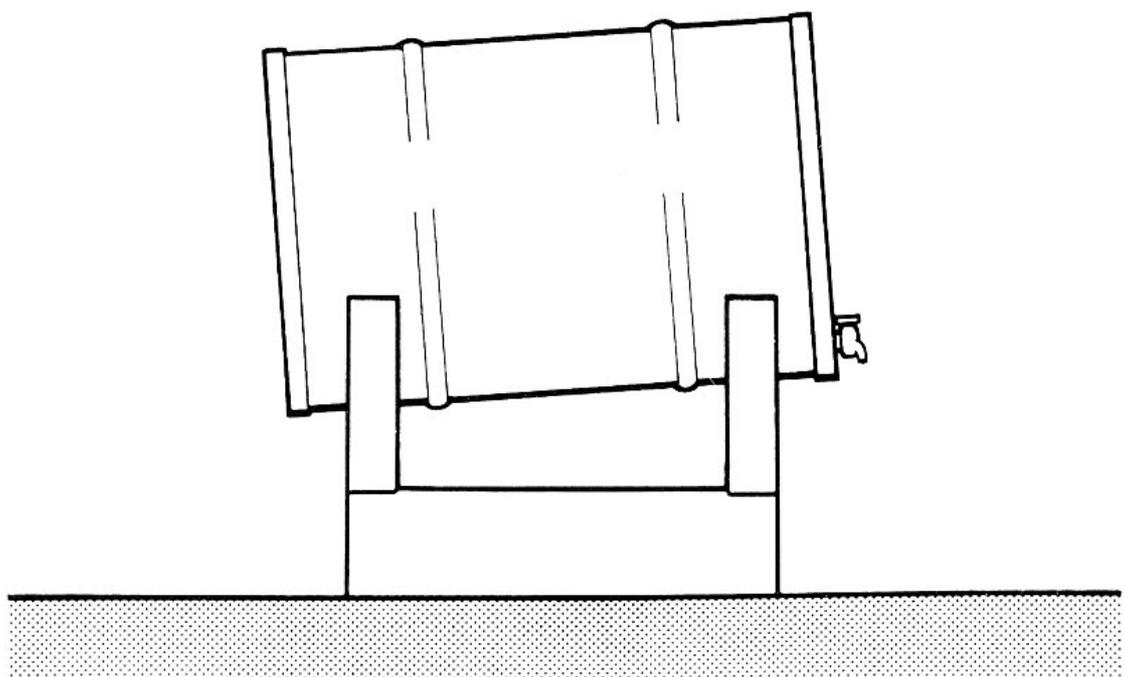

FIG. 48
5. (Fig. 48). Les fûts de combustible doivent être stockés à l'abri pour éviter des entrées d'eau, sur un berceau légèrement incliné. Les fûts ne doivent pas être stockés trop longtemps avant l'emploi.